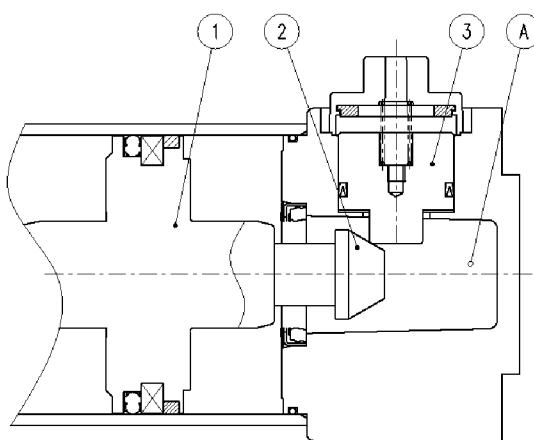

図 1
- (a) シリンダのピストン①がストロークエンドに近づくと、ストッパピストン③はスリープ②の斜面にそって押し上げられます。(図1)